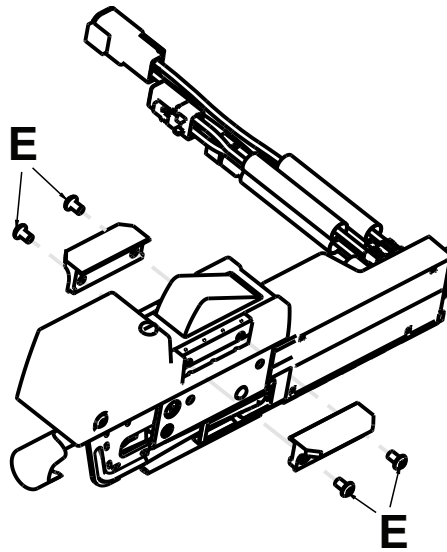

Figure 50 – Retirer les ailettes de retenue
11. À l'aide d'une clé Torx T25, retirer les quatre vis d'assemblage à tête ronde (E) qui fixent les deux ailettes de retenue et retirer les ailettes de retenue (Figure 50). Conserver les vis.